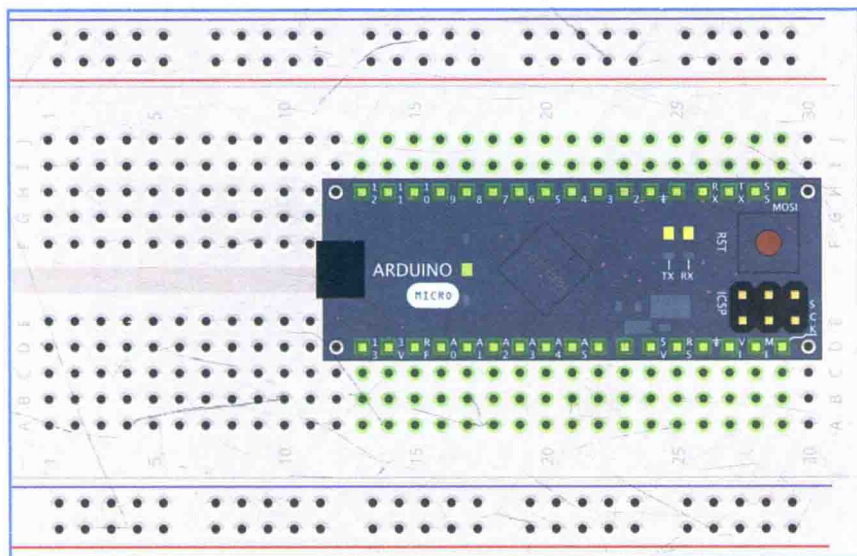

图 5.14 将 Micro 的引脚插入面包板
2. 将 Arduino 插入面包板，如图 5.14 所示。